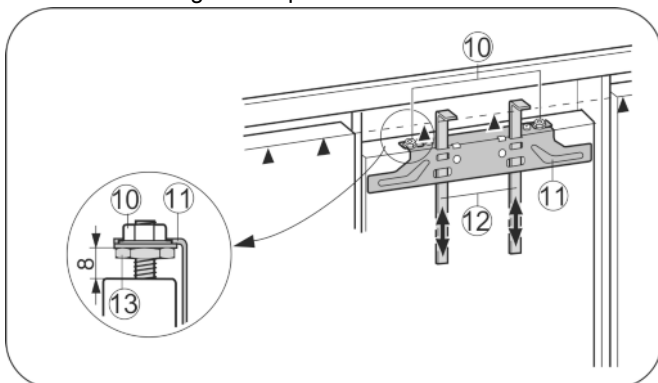

Fig. 25
- ▶ Spingere gli attrezzi di montaggio Fig. 25 (12) verso l'alto, all'altezza dell'anta del mobile. Bordo inferiore di battuta ▲ dell'attrezzo di montaggio = Bordo superiore dell'anta da montare.
- ▶ Allentare la traversa di fissaggio Fig. 25 (11) svitando i controdadi Fig. 25 (10).